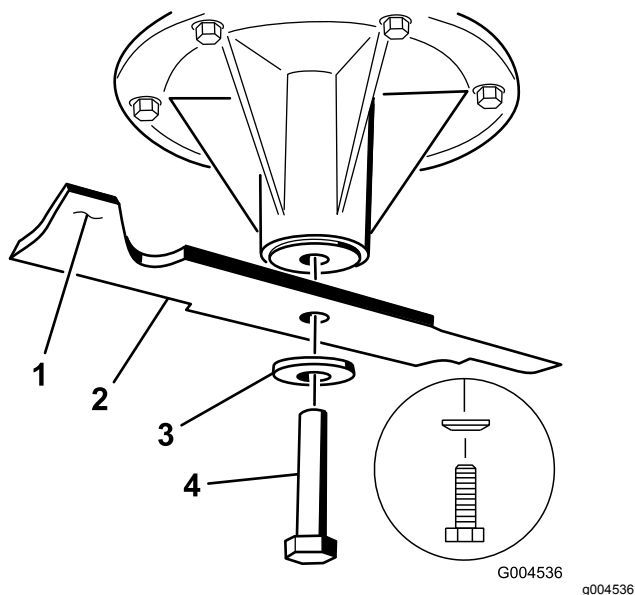

Figure 102
2. Enlevez le boulon, la rondelle bombée et la lame de l'axe (Figure 102).